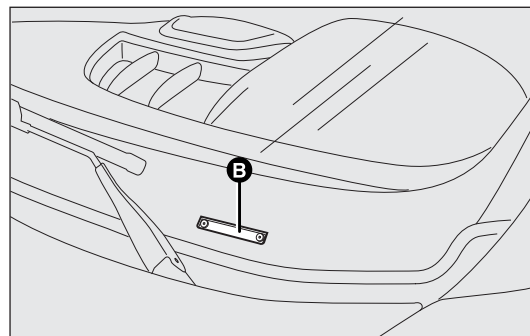

рис. 194
– в нижней части ветрового стекла В- рис. 194